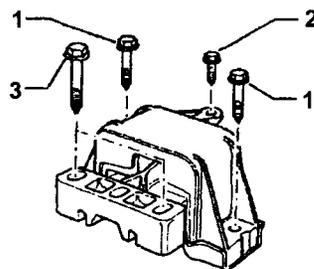

图 1—2—6
(3) 装配摆动支承。如图 1—2—7 所示，螺栓 1（摆动支承与变速箱）的拧紧力矩为 $40\text{N}\cdot\text{m}$ ，再转 90° （ $1/4$ 圈）。螺栓 2（摆动支承与变速箱）的拧紧力矩为 $40\text{N}\cdot\text{m}$ ，再转 90° （ $1/4$ 圈）。螺栓 3（摆动支承与副车架）的拧紧力矩为 $20\text{N}\cdot\text{m}$ ，再转 90° （ $1/4$ 圈）。